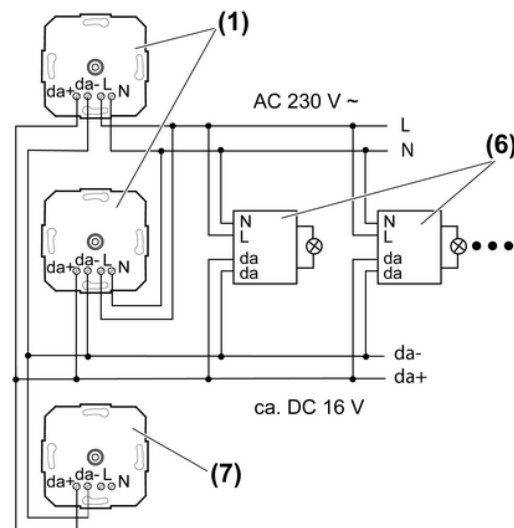

Bild 2
- (1) DALI-Potentiometer "aktiver Betrieb"
- (6) DALI-Teilnehmer z. B. DALI-EVG
- (7) DALI-Potentiometer ohne Anschluss der Netzspannung "passiver Betrieb"
- DALI-Potentiometer und DALI-EVG gemäß Anschlussbeispiel anschließen (Bild 2). Dabei die Angaben des EVG-Herstellers beachten.